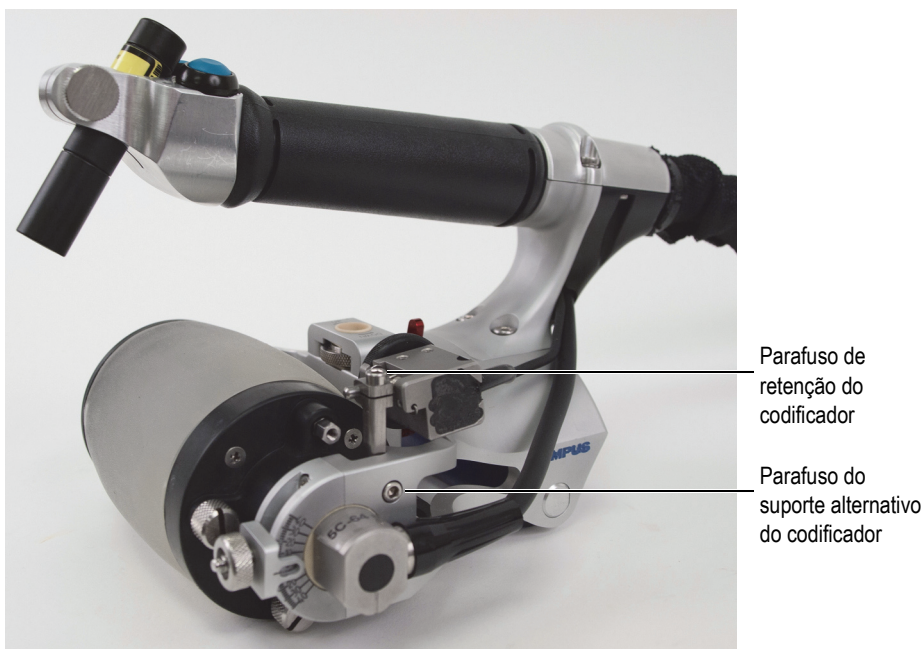

Figura 6-41 Codificador Mini-Wheel instalado no suporte do codificador alternativo
11. Instale o codificador Mini-Wheel no suporte do codificador (Figura 6-41 na página 122).